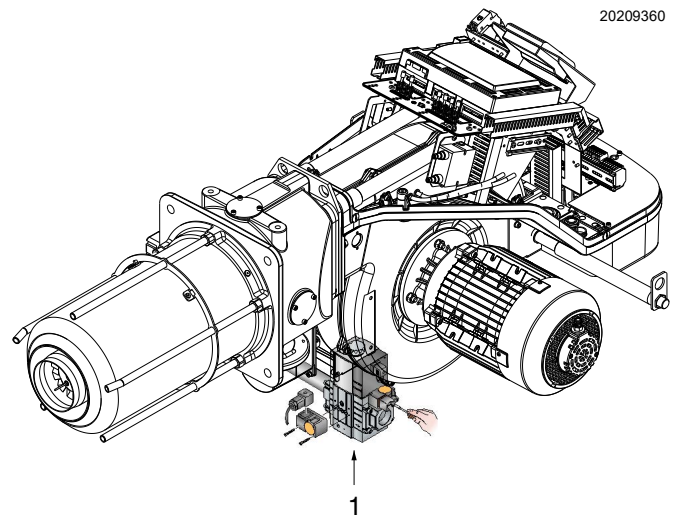

Abb. 32
- Den Gasversorgungsdruck durch Anschluss eines Manometers an die Druckentnahmestelle 1)(Abb. 32) des Gasdruckwächters kontrollieren: er muss niedriger sein als der auf dem Typenschild angegebene, maximal zulässige Druck der Gasstrecke.
- Nun die Leitung der Gasstrecke entlüften, indem ein Kunststoffschlauch an der Druckentnahmestelle 1)(Abb. 32) des Gas-Mindestdruckwächters angeschlossen wird. Den Kunststoffschlauch ins Freie führen und entlüften bis der Gasgeruch wahrnehmbar ist.
Ein Richtwert kann den Abb. 25, Abb. 26, Abb. 27 und Abb. 28 auf Seite 29 entnommen werden. Es genügt, den Gasdruck am U-Rohr-Manometer abzulesen (in der Abb. 32 auf Seite 33 gezeigt) und den Anweisungen zu folgen.